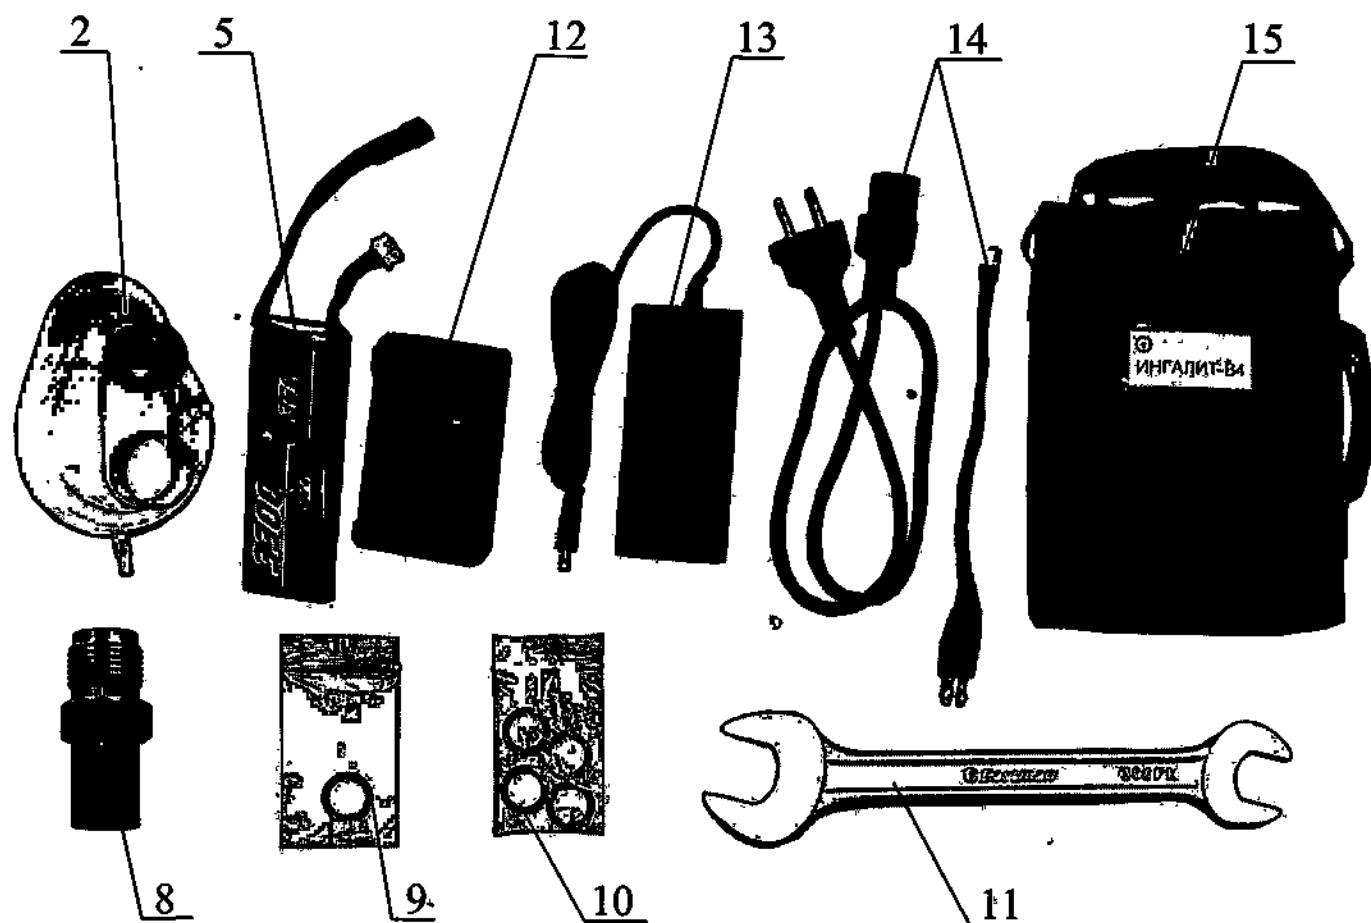

Рисунок 4 – Комплект ЗИП
1.5.1 Для выполнения работ, необходимых при эксплуатации ингалятора и проведении технического обслуживания, прилагается комплект ЗИП (Рисунок 4).